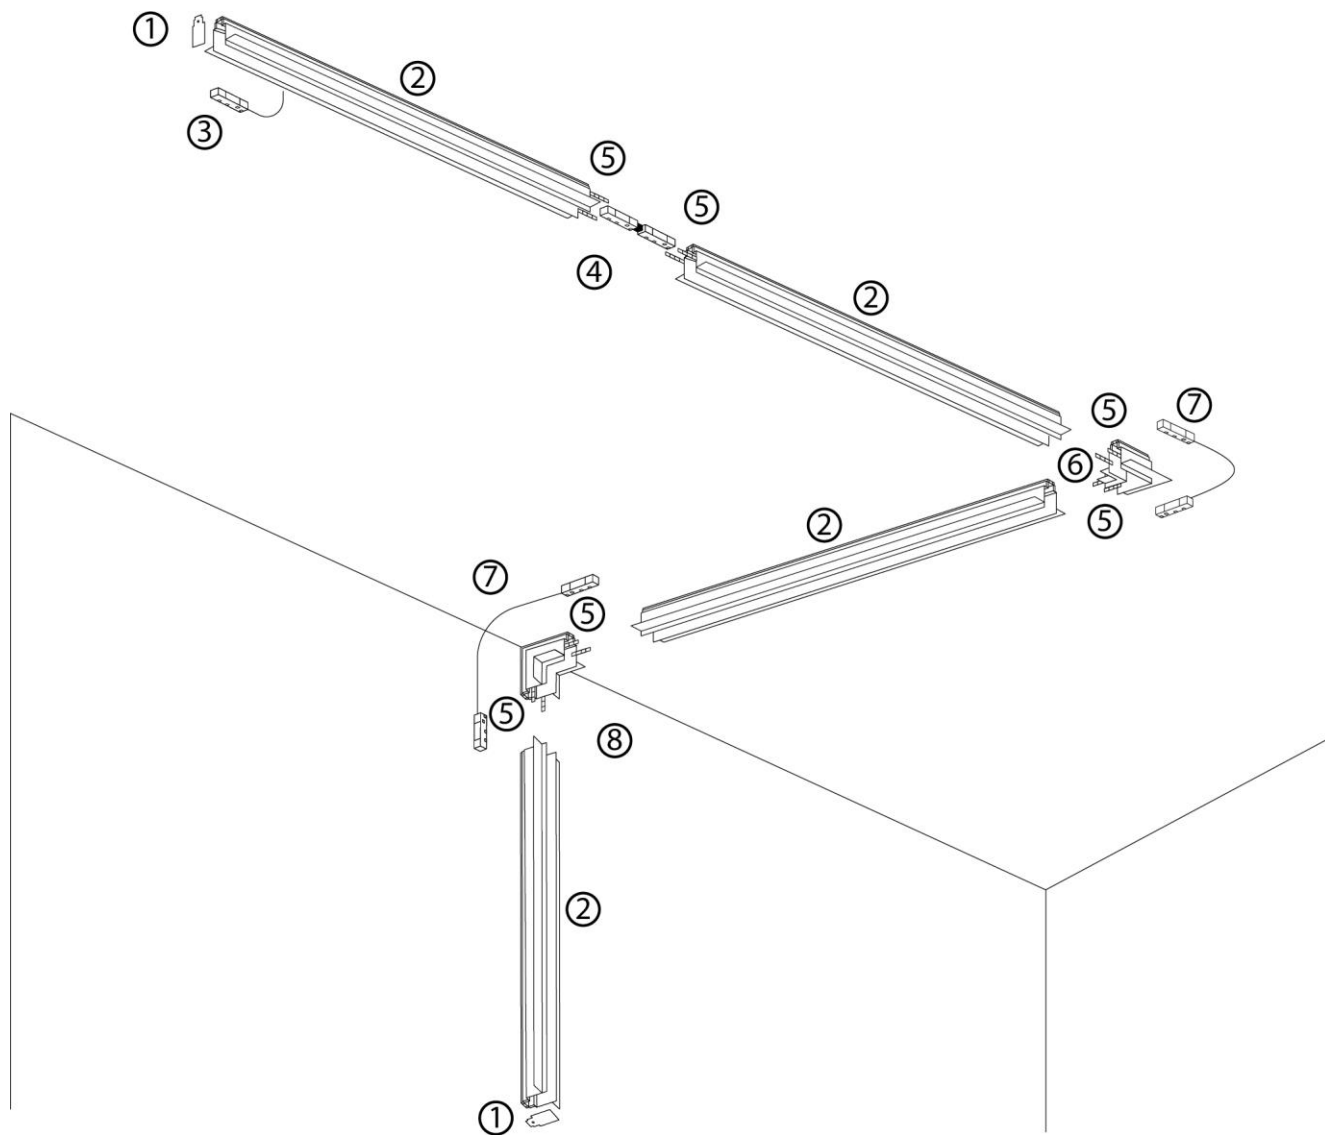

Рис. 2 Схема установки шинпровода СВМ1001
- 5.3 Соберите необходимую вам систему шинпровода по аналогии со схемой, как показано на Рис. 2.